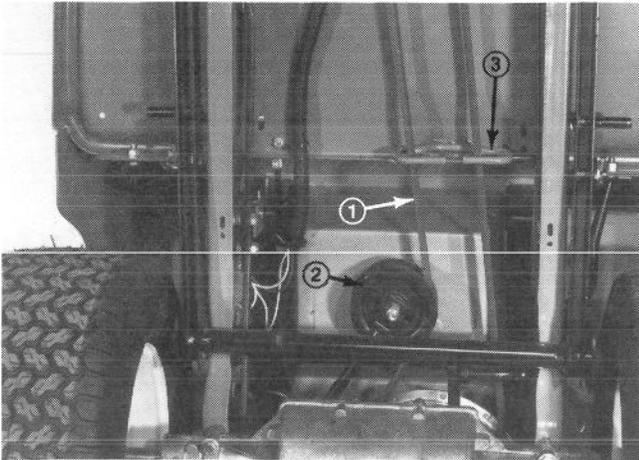

Fig. 27
3. Passer la main sous le châssis du tracteur, juste devant les roues arrière, saisir l'assemblage poulie de tension (Fig. 27), tirer dessus pour soulager la tension de la courroie et déposer celle-ci du guide de la courroie et de la poulie de tension (Fig. 27).